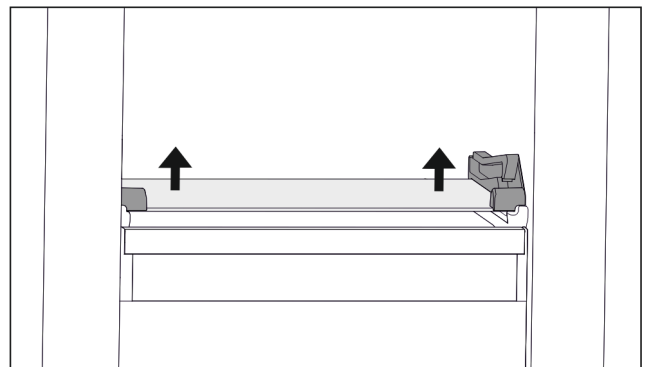

Fig. 108 Стъклена плоча на наклонящото се чекмедже
- ▶ Натиснете стъклената плоча от долу нагоре от двете страни. (виж Fig. 108)